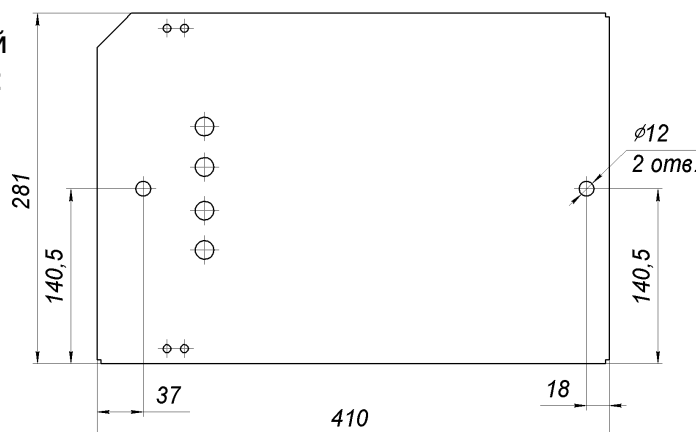

рис.2
2. Подготовить короб для установки чугунной конфорки (короб с плиты можно не снимать): Удалить из короба теплоизоляционный материал. Выполнить два отверстия диаметром 12 мм по размерам на рис.2.